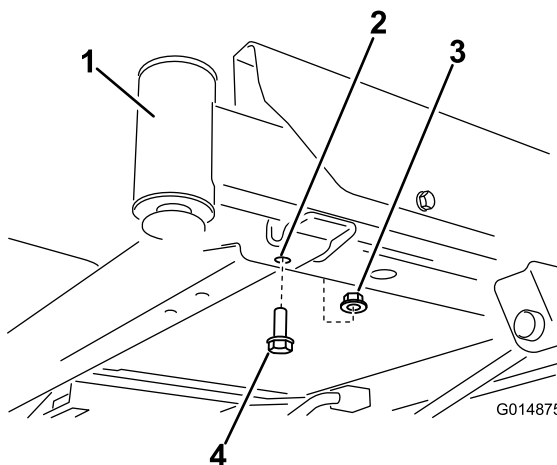
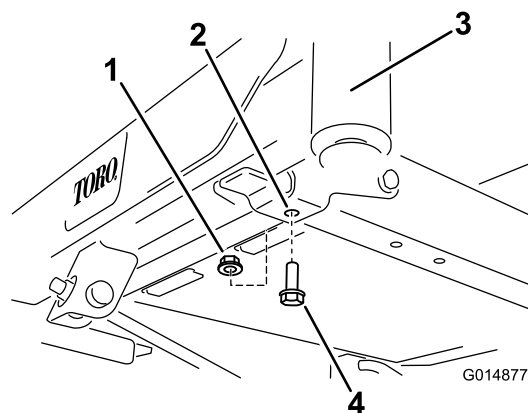

Bild 3
Bild 4
1. Ermitteln Sie die Schrauben vorne an der Unterseite des Rahmens (Bild 3 und Bild 4). Entfernen Sie die zwei Schrauben (3/8" x 1") und zwei Sicherungsmuttern (3/8"). Bewahren Sie die Sicherungsmuttern auf.